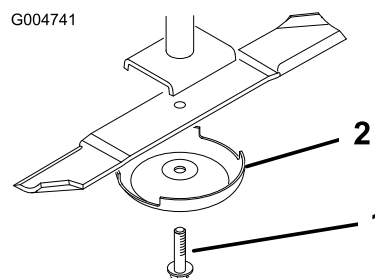

Figure 130
3. Enlevez le boulon, la coupelle de protection et la lame de l'axe de pivot (Figure 130).